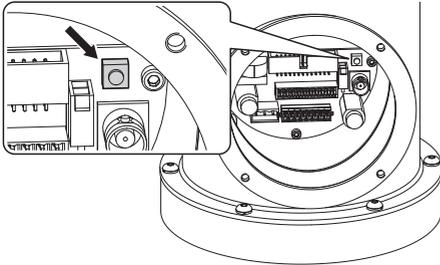

Abb. 14
- Den Resetknopf gedrückt halten (P1, Abb. 14, Seite 18).